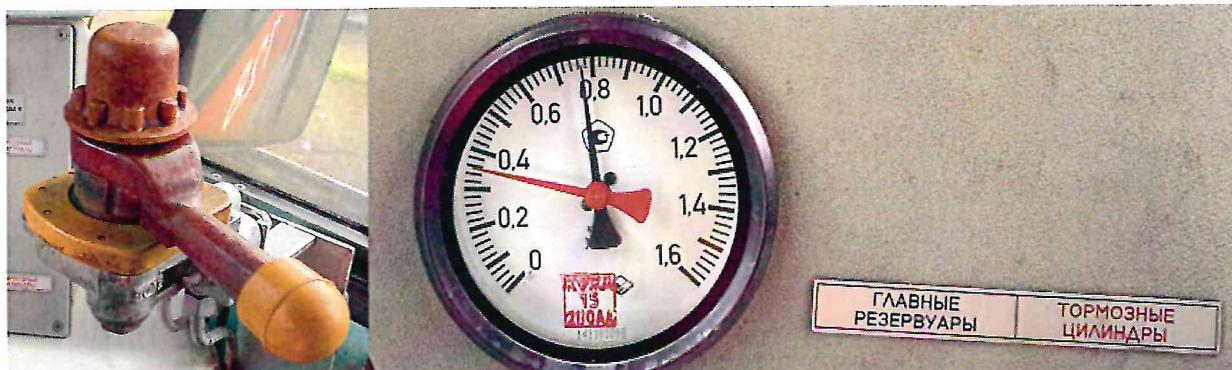

Рисунок 2.
1.2.2 Установить рукоятку вспомогательного локомотивного тормоза в четвертое положение, убедиться в наличии давления $0,38 \div 0,4$ МПа в тормозных цилиндрах (рис.2);